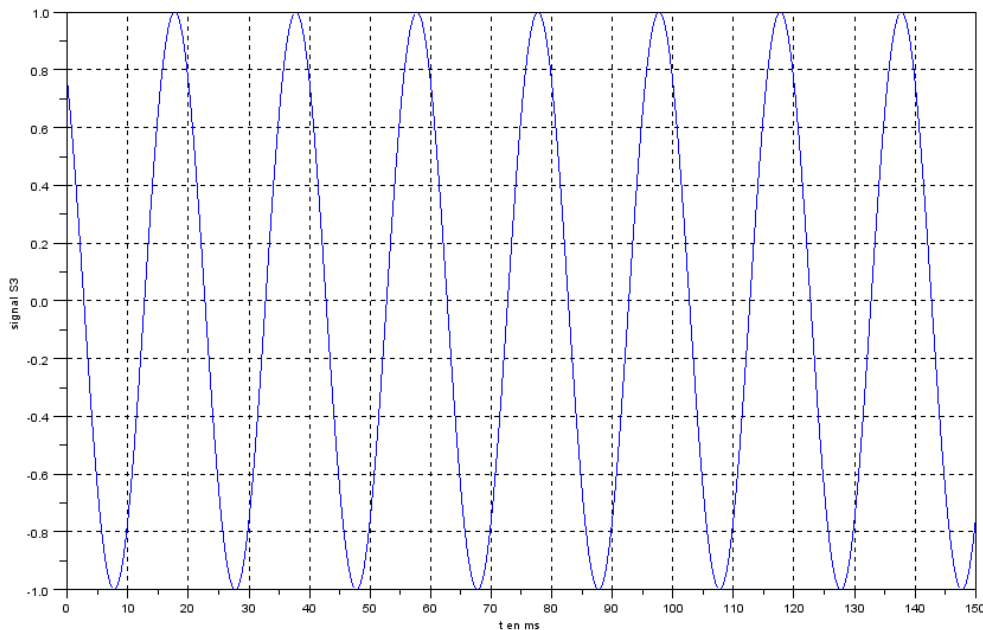

FIGURE 8 – Illustrations pour le choix de la période d'échantillonnage - *Illustrations for the choice of the sampling period*
1. Tracez sur la figure 8, le signal résultant de l'échantillonnage de  $S_1$  à une fréquence ( $f_e$ ) de 100 Hz. Superposez le signal bloqué correspondant. Commentez.